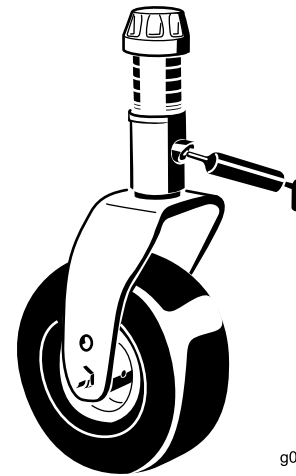

Figura 42
- Casquillo del eje de la horquilla de la rueda giratoria (1) (Figura 42)
- Casquillo del pivote del brazo tensor — situado en el brazo tensor (1)